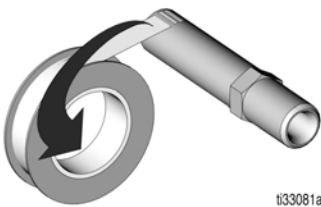

FIG. 13
6. Avvolgere le filettature dell'estremità lunga del nipplo adattatore (10) con nastro in PTFE o frenafili, come mostrato in FIG. 13.